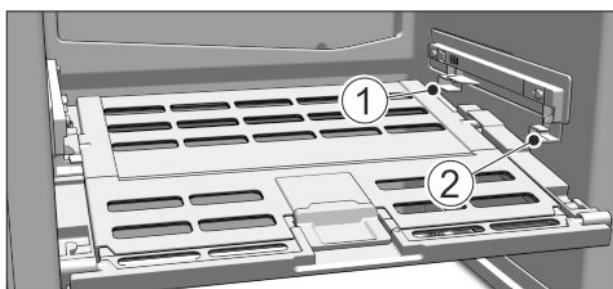

Fig. 14
- Nasazení víka příhrádky na ovoce a zeleninu: Výstupky víka zavěďte zdola do zadních držáků Fig. 14 (1) a vpředu zaklesněte do držáku Fig. 14 (2).